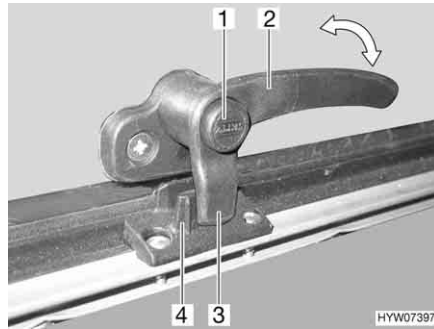
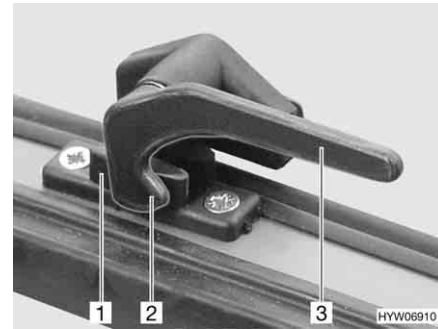

Bild 57 Verriegelungshebel mit Sicherungsknopf in Stellung "geschlossen"
Bild 58 Verriegelungshebel in Stellung "geschlossen"
- Wenn vorhanden, Sicherungsknopf (Bild 57,1) drücken und gedrückt halten.
- Den Verriegelungshebel (Bild 57,2 oder Bild 58,3) eine viertel Umdrehung zur Fenstermitte hin drehen.
- Den Verriegelungshebel (Bild 57,2 oder Bild 58,3) eine viertel Umdrehung zum Fensterrahmen hin drehen. Die Verriegelungsnase (Bild 57,3 oder Bild 58,2) am Verriegelungshebel liegt komplett auf der Innenseite der Fensterverriegelung (Bild 57,4 oder Bild 58,1).
- in Stellung "fest verschlossen" (Bild 57 und Bild 58)